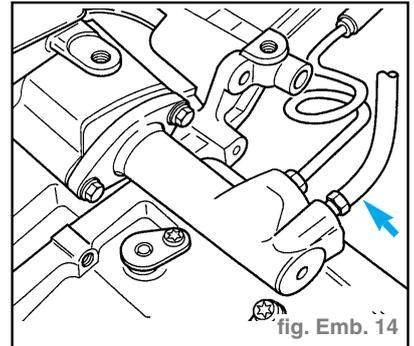
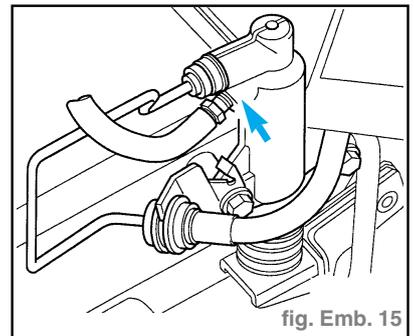

fig. Emb. 14
fig. Emb. 15
- Brancher le tuyau de purge sur le cylindre récepteur (flèche) et ouvrir la valve du purgeur sur BV 02J (fig. Emb. 14) ou sur BV 02K (fig. Emb. 15).